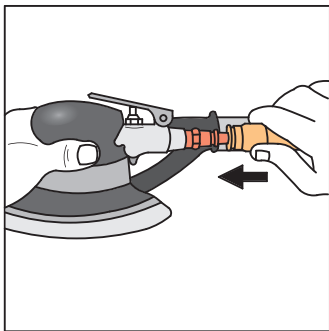

Рисунок 5 - Подключение пневмосистемы
5. Снимите защитный колпачок с воздухоприёмника и подсоедините его к пневмосистеме с давлением 6,5 бар (рис. 5).